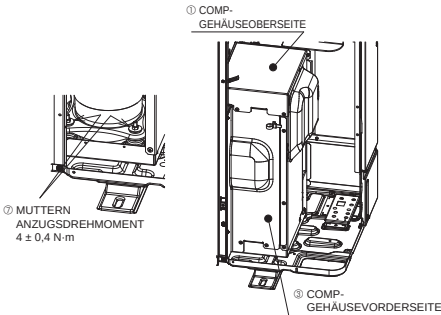

Fig. 4-2
- Nachdem Sie die festen COMP-Teile entfernt haben, ziehen Sie unbedingt die Muttern fest und bringen Sie die COMP-GEHÄUSEOBERSEITE und die COMP-GEHÄUSEVORDERSEITE wieder an der ursprünglichen Position an. (Fig. 4-2)